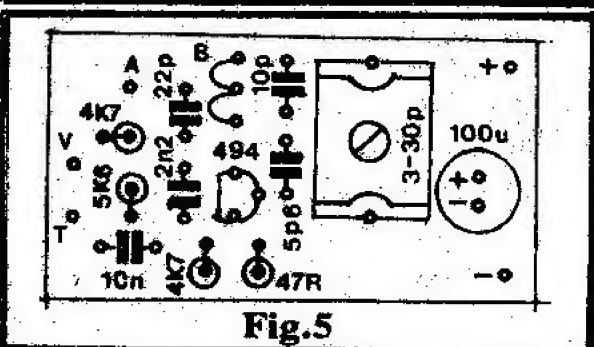

Fig.5
- FIG. 5 - "CHAPEADO" DA MONTAGEM - A figura mostra a plaquinha, agora pelo lado não cobreado, com todos os principais componentes já posicionados. Atenção aos seguintes pontos: